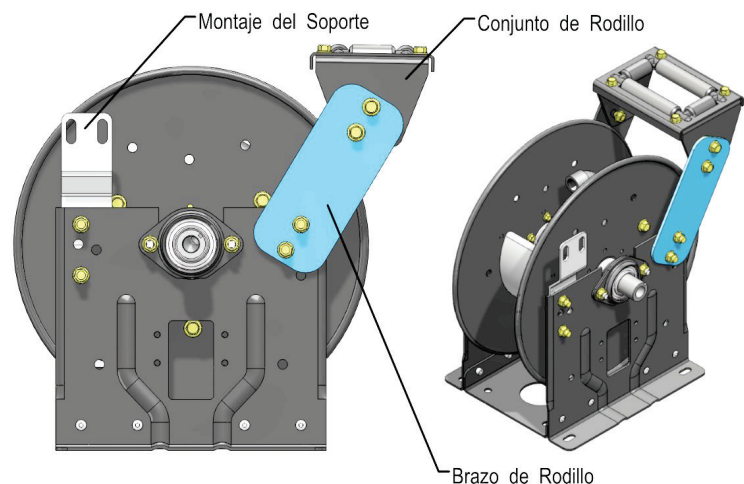

Figura 2 – Carrete con rodillos en la posición “VR”
4. Gire el soporte de rodillo hacia arriba a la posición VR (Figura 2), hasta que los agujeros en el soporte se alineen con los agujeros en el armazón. Reinstale y apriete los pernos.
5. Reinstale el soporte de montaje de resorte como se muestra en la Figura 2 con dos pernos “spinlock” 3/8”-16 x 0.75 y dos tuercas “spinlock” 3/8”-16. El carrete debe parecerse como la Figura 2.